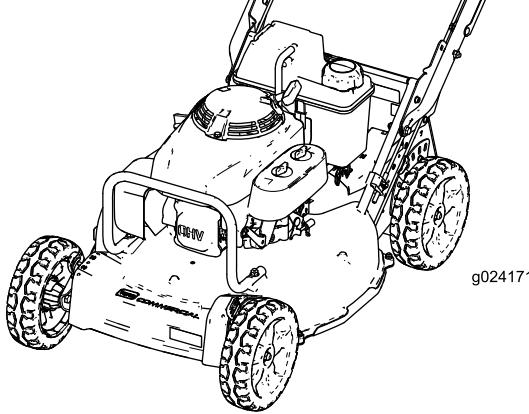

Figura 16
- Mueva la palanca de control del acelerador a la posición de Estárter (Figura 16).
- Cuando el motor arranque, mueva la palanca de control del acelerador a la posición de Rápido (Figura 16).